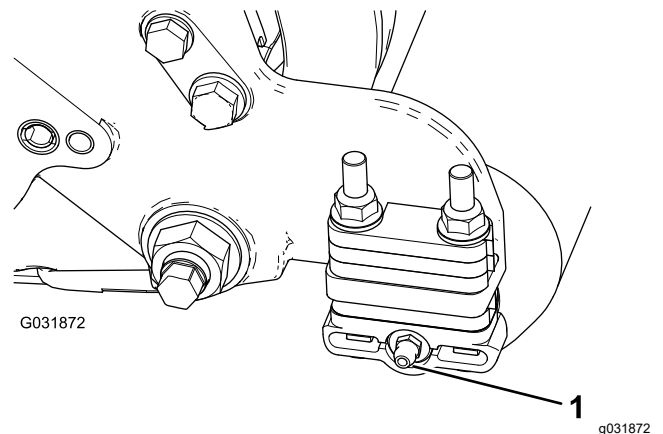

Bild 6
2. Befestigen Sie den 90°-Schmiernippel so, dass er nach hinten zeigt (Bild 6).